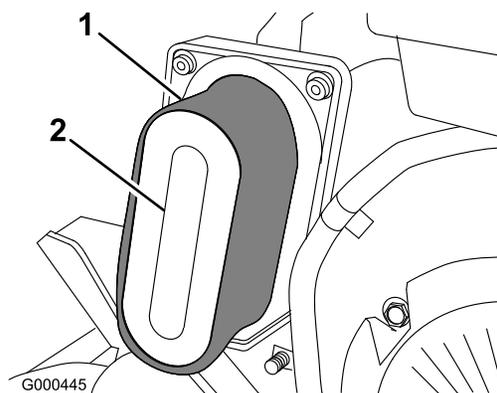

Figure 28
- Si l'élément en mousse est encrassé, sortez-le de l'élément en papier (Figure 28). Nettoyez-le soigneusement.